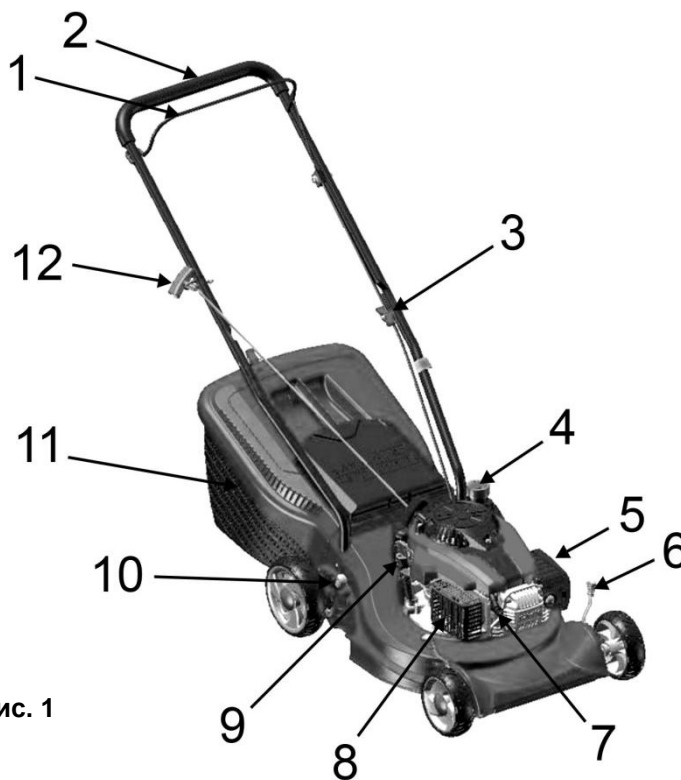

Рис. 1
- Установите верхнюю часть рукоятки управления на нижнюю. Зафиксируйте положение барашковой гайкой (3)(См. Рис.1).
- Снятие: выключите двигатель; включите тормоз (отжать ручку (1)(См. Рис.1); возьмитесь за ручку крышки; поднимите откидную крышку, снимите травосборник (См. Рис. 3).
- Для выключения двигателя – отпустите (отожмите) ручку тормоза (1) (См. Рис.1) от рукоятки управления.
- Во избежание случайного запуска находящейся без присмотра косилки, снимайте наконечник провода со свечи зажигания (7) (См. Рис.1).
- Переставьте рычаг (6;10) (См. Рис.1; 7) на нужный уровень.